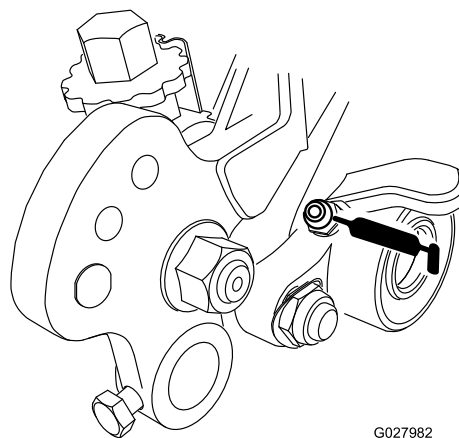

图19
39. 每周或每运行 10 个小时、长期停用之前以及每次清洗之后应立即向疏草刀轴承添加润滑脂图19和图20。将润滑脂泵入接头、直至润滑脂被挤出到疏草刀轴。擦去密封件和轴上多余的润滑脂。